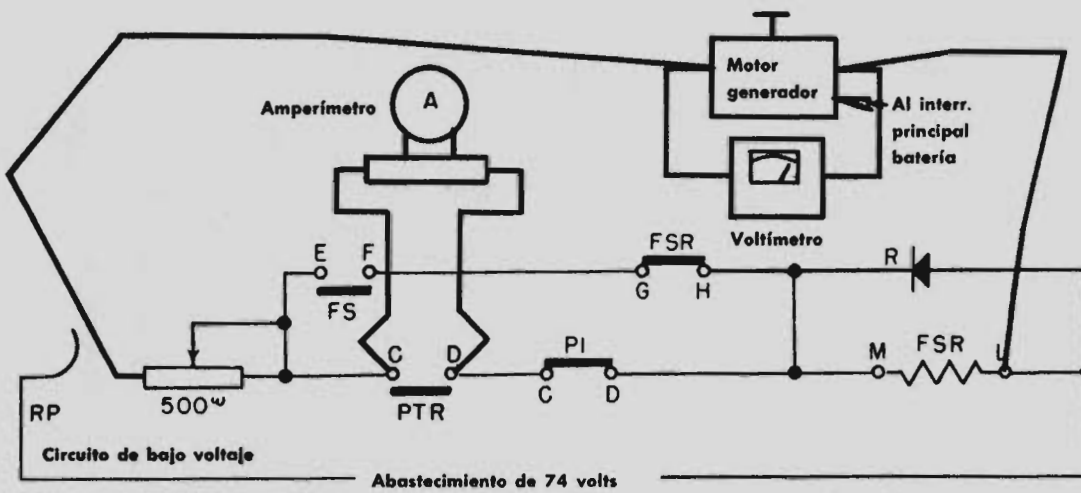

Fig. 5 - Ajuste de bobina de bajo voltaje de FSR-Entrada inicial
1. Desconéctese el conductor RP que llega a la resistencia ajustable de 500 ohms Fig. 5.
\*NOTA: Los pasos 1 a 5 no son necesarios en las locomotoras equipadas con una resistencia fija de 275 ohms en vez de la resistencia variable de 500 ohms que se ilustra en la Fig. 5.